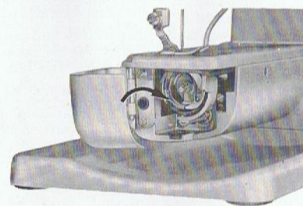

Abb. 34
Zum Reinigen des Greifers (Abb. 34) Klappe zum Greifergehäuse (22) öffnen und Spulenkapsel herausnehmen. Nähstaub und Fadenabrieb entfernen. Greifer mit Petroleum einspritzen. Maschine laufen lassen. Greifer etwas ölen und wieder laufen lassen.